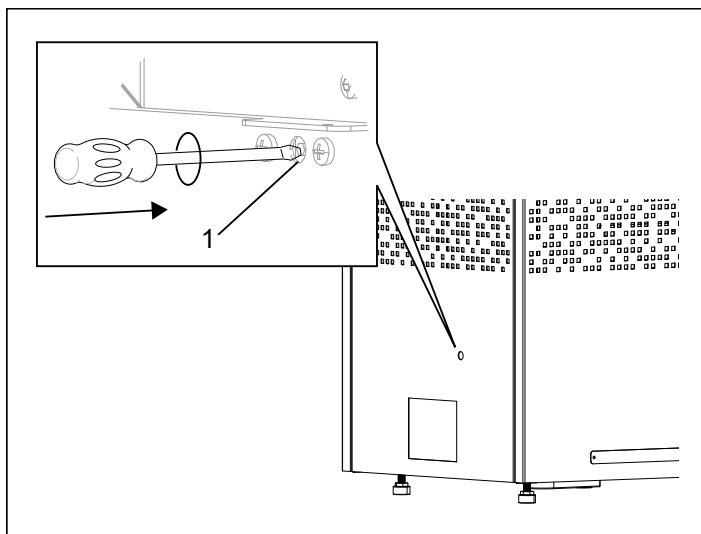

Fig 6: Återställning av temperaturskyddet.
- **Aggregat** - Temperaturskyddet i aggregatet är till för att skydda komponenter, rörelement samt trävirke i bastun från överhettning. På aggregatets vänstra sida (sett framifrån) finns ett hål, stick in en penna/mejsel för att komma åt återställningsknappen (se Fig 6). Om skyddet har löst ut så känns knappen stum och ett "klick" hörs vid återställning. Har inte skyddet löst ut, samt efter återställning, så fjädrar knappen.